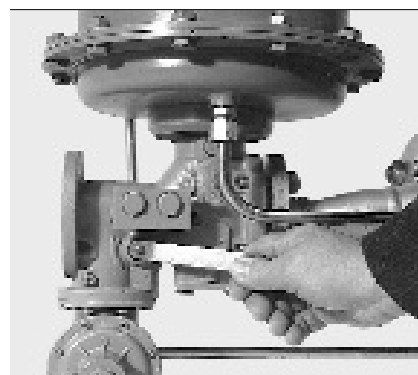

Рис. 6
- 1 Провернуть возвратный вал против часовой стрелки, пока стержень тарелки клапана не защелкнется на спусковом рычаге (рис. 6).